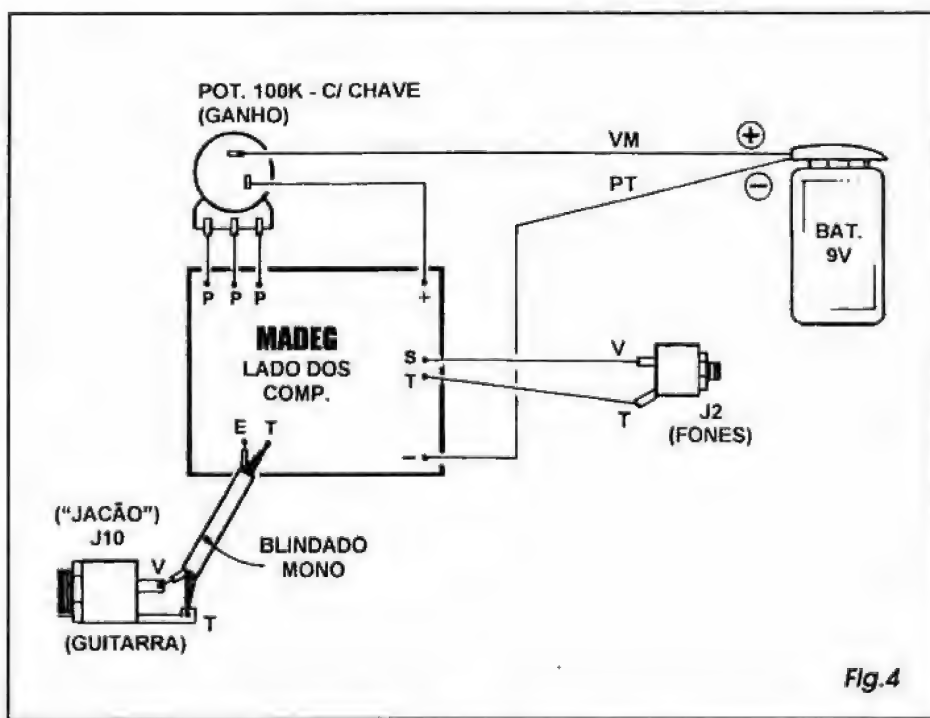

Fig. 4
- FIG. 4 - CONEXÕES EXTERNAS À PLACA - No diagrama, a plaquinha ainda é vista pela sua face não cobreada (como na figura anterior...), porém agora *desprezando-se* os componentes já soldados *sobre* o impresso, de modo a descomplicar o visual e facilitar a interpretação... O que nos interessa agora são as conexões externas, feitas *da placa para fora*, todas elas relativas a algumas ilhas periféricas (dispostas junto às bordas do impresso) já identificadas/codificadas desde a figura anterior... Notar as ligações dos pontos **P-P-P** aos terminais do potenciômetro (este visto *pela traseira*, na figura...) e observar também a polaridade dos cabinhos da alimentação, vindos do *clip* da bateria... Quanto a estes, lembrar que a cor **vermelha** codifica o **positivo (+)** e a cor **preta** o **negativo (-)**... Os dois terminais existentes na traseira do potenciômetro, correspondentes à chave interruptora a ele incorporada, devem ser eletricamente intercalados no fio **vermelho**, (**positivo**) vindo do *clip*... Identificar corretamente os terminais **vivo (V)** e **terra (T)** do *jacão* (entrada para o cabo da guitarra...) e ligá-los diretinho aos condutores (respectivamente o interno e a malha metálica...) do cabo blindado mono, cuja outra extremidade vai aos pontos (ainda respectivamente...) **E** e **T** da pla-